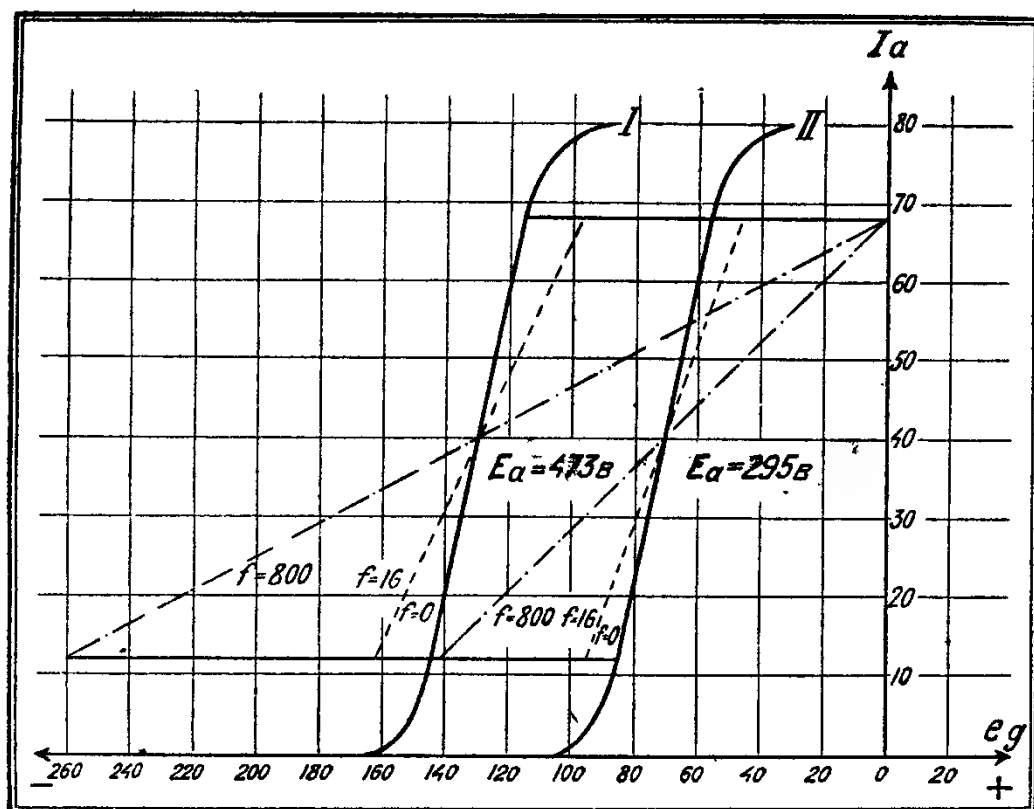
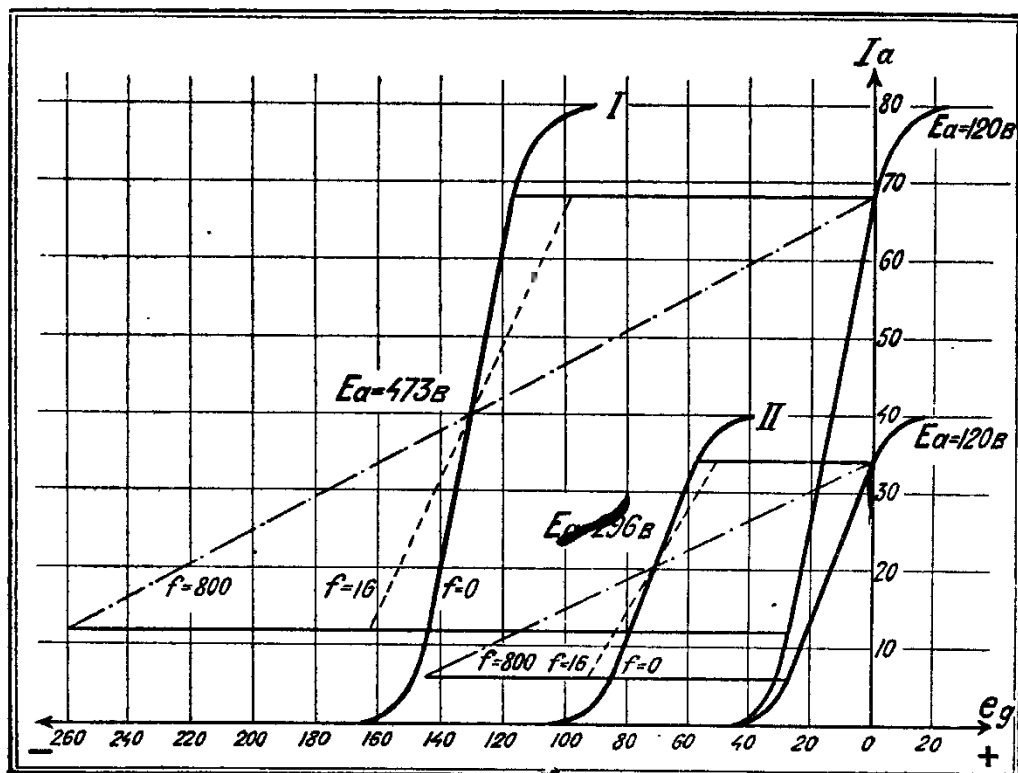

Рис. 3. Динамические соотношения при работе лампы на один (I) и на два параллельно включенных громкоговорителя (II).
Рис. 4. Параллельное включение ламп.
Отсюда следует, что при параллельном включении двух громкоговорителей отдаваемая им лампой полезная мощность, уменьшаемая на половину против мощности, забираемой от лампы одним громкоговорителем. Одновременно, как показывает уравнение (5), конечно, падает и предварительное сеточное напряжение, а вместе с ним необходимое для полного питания переменное сеточное напряжение. Эти соотношения для одного и для двух параллельно включенных громкоговорителей уясняются характеристиками, данными на рис. 3. Для использованных здесь ламп (здесь были употреблены две параллельно включенные лампы Philips. В 403) и при данных постоянных громкоговорителя получается для одного громкоговорителя требуемое анодное напряжение в 437 вольт, а для двух параллельно включенных — 295 вольт.
лишь анодного напряжения в 120 вольт. Если же лампа должна быть использована совместно с громкоговорителем, то согласно формулы (3), напряжение для источника анодного тока должно быть около 296 вольт. Пока не требуется больших усиления, последнюю ступень смело можно выполнить с одной лампой, к которой относятся характеристики рис. 4. Когда же требуются большие мощности переменного тока, тогда нужно включить параллельно две лампы одного и того же типа. Требуемое
В связи с этим, особый интерес заслуживает сравнение анодных мощностей двух последних ступеней усиления, из которых одна образована одной лампой и одним громкоговорителем, а другая двумя параллельно включенными лампами и двумя параллельно включенными громкоговорителями. Для сравнения даны кривая II рис. 4, которая соответствует двум, параллельно включенным лампам при двух громкоговорителях, и кривая II, рис. 3, относящаяся к одной лампе при одном громкоговорителе, в обоих случаях определены рабочие напряжения; полезная мощность  $n$  параллельно включенных ламп при  $n$ , параллельно включенных громкоговорителях выразится так:
анодное напряжение в этом случае значительно повышается, в примеро рис. 4 оно достигает 475 вольт. Обе параллельно включенные лампы ведут себя так же, как одна, соответственно увеличенная лампа. Отсюда следует, что и при параллельном включении ламп, но при маленьком анодном напряжении нельзя добиться значительного увеличения мощности. Только тогда, когда ра-
На рис. 4 для примера даны характеристики для одной лампы и для двух параллельно включенных. Если судить только по статической характеристике, то для полного использования лампы этого типа достаточно